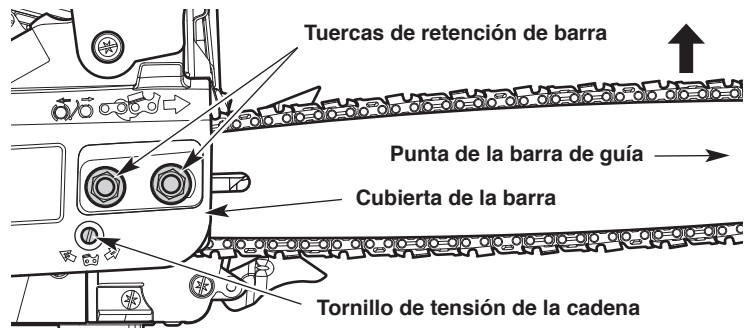

Fig. 27
2. Utilice la llave/destornillador o una llave de ½ pulgada (13 mm) para aflojar levemente las tuercas de retención de la barra (Fig. 27). **NO** saque completamente la tapa de la barra.
3. Sostenga la punta de la barra de guía hacia arriba y con un destornillador de cabeza plana gire el tornillo de tensión de la cadena (Fig. 27).